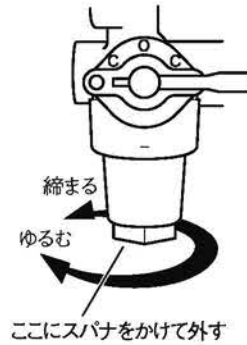

図 4-13 燃料フィルター（カップ）
2. 燃料フィルター下部の四角部を工具（10 mm）でゆるめて、燃料フィルターのカップを外します。(図 4-13)